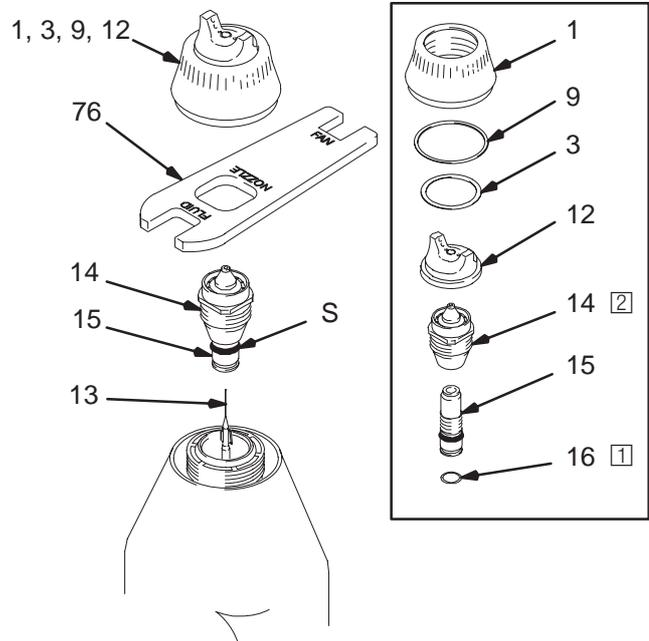

Fig. 24
2. Apunte hacia arriba la parte delantera de la pistola mientras desmonta la válvula de aire (1, 3, 9, 12). Vea la Fig. 24.
El anillo de contacto del perno resistor (S) es un aro de contacto conductor, no una junta tórica de hermeticidad. Vea la Fig. 24. Para reducir el riesgo de chispeo que pueda provocar fuego, explosión o choque electrostático y, consecuentemente, heridas corporales graves, **no** separe el aro de contacto (S) del perno resistor ni haga funcionar la pistola sin el anillo de contacto en su debido sitio. Si es necesario cambiar el perno resistor (15), utilice únicamente una pieza Graco genuina.
5. Lubrique ligeramente la junta tórica (16) con vaselina e instálela en el perno resistor (15). Vea la Fig. 24.
- 1 Aplicar una capa muy fina de lubricante en la junta tórica (16).
- 2 Apretar a mano la boquilla (14) y, después de 1/8 a 1/4 de vuelta más.
8. Instale la boquilla del producto (14) y el conjunto del perno resistor (15) con la llave para boquillas (76). Apriete hasta que la boquilla del producto se asiente en el cañón de la pistola (1/8 a 1/4 de vuelta más que el ajuste a mano). Vea la Fig. 24.
9. Instale cuidadosamente la válvula de aire (12). Evite torcer el cable del electrodo (13) y cerciorarse de introducir el cable del electrodo a través del orificio *central* de la válvula de aire. Gire las palanquitas hasta la posición deseada.
10. Cerciorarse de que la junta tórica (9) está correctamente colocada en el anillo de retención (1). Apriete el anillo de retención de la válvula de aire (1) hasta que esté firmemente colocada en su sitio; no debería ser posible girar las palanquitas a mano.